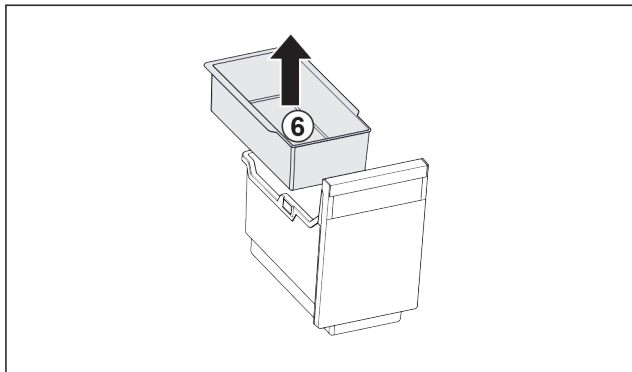

Fig. 90
- ▶ Retirer le Fig. 90 (6) balconnet pour glaçons.